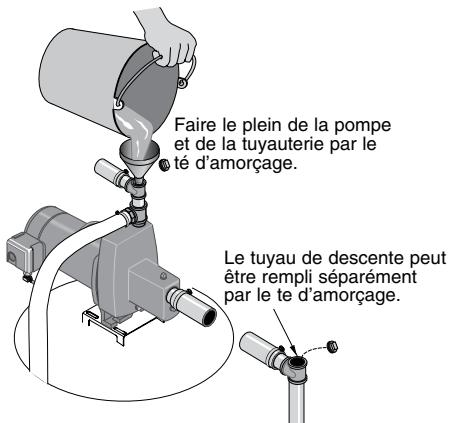

Figure 10 : Amorçage de la pompe
1. Déposer le bouchon du té d'amorçage, puis faire le plein de la pompe. Faire le plein de toutes les tuyauteries branchées entre la pompe et le puits et s'assurer aussi que toutes les tuyauteries descendant dans le puits sont pleines d'eau. Si un té d'amorçage a été posé sur le tuyau d'aspiration, déposer son bouchon, puis faire le plein du tuyau d'aspiration. Se reporter à la Figure 10.